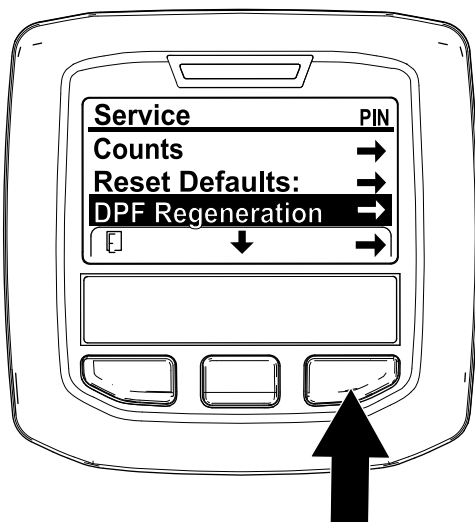

Bild 23
1. Navigieren Sie auf das Menü „Service“ und drücken Sie die mittlere Taste, um auf die Option DPF REGENERATION zu navigieren (Bild 23).
2. Drücken Sie die rechte Taste, um den Eintrag „DPF Regeneration“ auszuwählen (Bild 23).